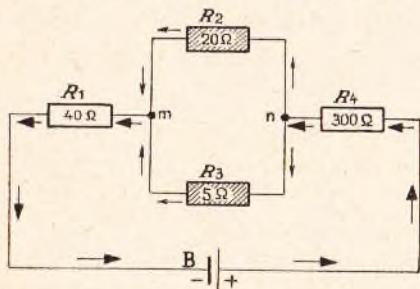

Abb. 27a
**Aufgabe:** Der Gesamt-widerstand  $R_{ges}$  von 4 Einzelwiderständen in einer gemischten Schaltung nach Abb. 27a soll berechnet werden.